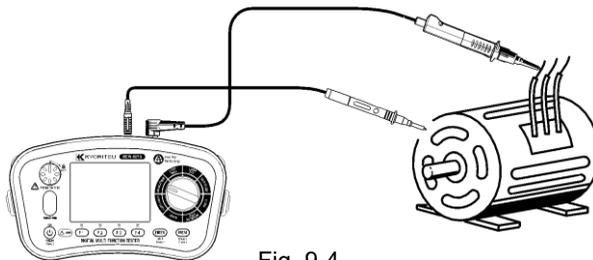
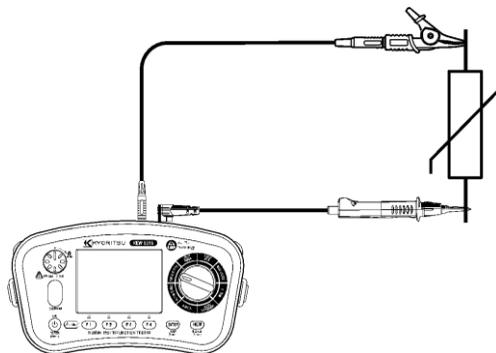

Fig. 9-4
Fig. 9-5 Essai de connexion SPD (VARISTOR)
- (5) Fixer les fils d'essai au circuit ou à l'appareil à l'essai (voir Fig. 9-3, Fig. 9-4, et Fig. 9-5).